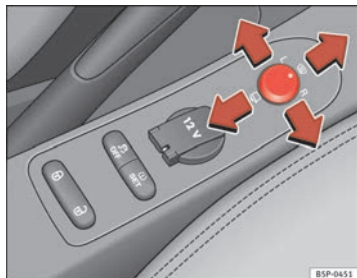

Fig. 89 Mando de los retrovisores exteriores
1. En primer lugar, gire el mando ⇒ **fig. 89** hasta la posición **L (retrovisor izquierdo)**.
- Gire el mando hacia delante, en la posición central ⇒ **fig. 89** , para que los retrovisores térmicos se calienten y la función de cristal parabrisas calefactable* en la zona de reposo de las escobillas, quede activada ⇒ página 133.
- Gire el mando ⇒ **fig. 89** hasta la posición  para plegar los retrovisores exteriores. Para evitar daños en el vehículo, debería plegar los retrovisores exteriores siempre que utilice un túnel de lavado automático.